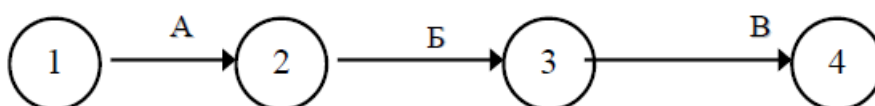

Рисунок 10 – Правило построения стрелочной диаграммы 1
2. Если работы выполняются последовательно (Б после А, В после Б), то форма такого графика следующая (рис.10):